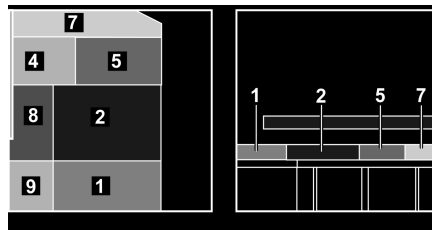

Fig. 139 Después de la transformación
- Colocar el cojín adicional (Fig. 139,7) en la mesa.
- Colocar los cojines adicionales (Fig. 139,4 y 5) detrás del cojín adicional sobre la mesa.
- Deslizar hacia adelante el cojín del asiento (Fig. 139,2).
- Colocar el cojín del respaldo (Fig. 139,1) entre el cojín del asiento y la pared dorsal.
- Colocar los cojines adicionales (Fig. 139,8, y 9) entre la pared lateral y los cojines sobre la mesa y el tablero.